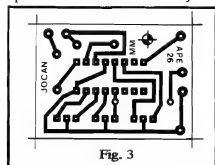

Fig. 3
- FIG. 3 - Lay out da plaquinha de Circuito Impresso específica para a montagem do JOCAN. Como o Integrado (já dissemos...) faz tudo, o padrão fica bastante simplificado, descomplicando ilhas e pistas. Como a figura se apresenta em tamanho natural (escala 1:1), bastará ao Leitor/Hobbysta "carboná-la" diretamente para a confecção da sua plaquinha... Quem "gostar de moleza" poderá, contudo, recorrer ao sistema de KITS (oferecidos pelo Correio, por um dos Patrocinadores de APE - ver Anúncio em outra parte da presente Revista...), que inclui a placa pronta, furada, protegida e demarcada em **silk-screen**... O padrão, no entanto, é **tao** simples, que não atemoriza ninguém, mesmo que o Leitor vá, só agora, tentar a sua **primeira** confecção na placa... CUIDADO e ATENÇÃO